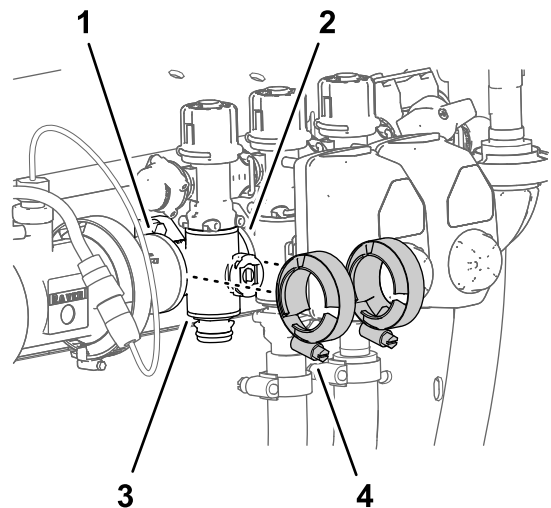

Bild 121
- Entfernen Sie die zwei Flanschklemmen, mit denen das Abschnittverteilerventil an den Flanschen der danebenliegenden Komponenten befestigt ist (Bild 121).